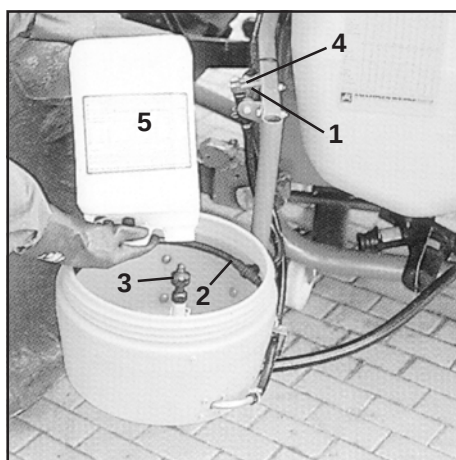

Рис. 12.12
- Открыть простой кран (рис. 12.12/1) для кольцевой трубки на группе кранов.
- Закрыть простой кран (рис. 12.12/1) для кольцевой трубки на группе кранов.
- Откачать содержимое закачивающего бачка. Еще раз ополоснуть бак с помощью кольцевой трубки (рис. 12.12/2) или канистрового распылителя (рис. 12.12/3) (при закрытом отверстии бака).
- Открыть простой кран (рис. 12.12/ 4) группы кранов для канистрового распылителя.
- Канистру или (рис. 12.12/ 5) или другую емкость насадить на канистровый распылитель, нажать ее вниз и удерживать в таком положении **не менее 30 секунд**. Споласкивание канистры происходит распылителем.